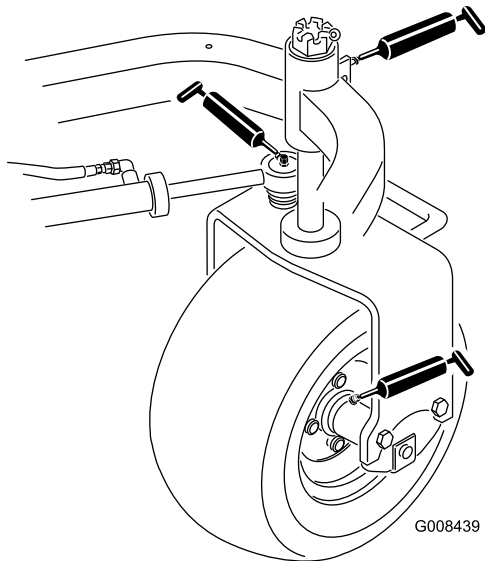

Figura 27
- Mozzo della ruota posteriore (1) (Figura 27)
- Cuscinetto della ruota orientabile (1) (Figura 27)
- Cilindro sterzante (2) (Figura 27)